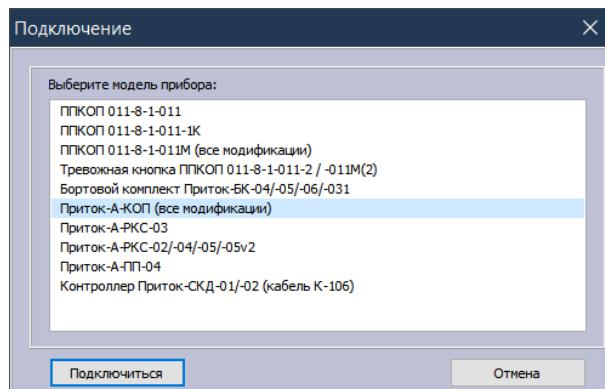

Рисунок 8
1) Подключите КОП к компьютеру с помощью стандартного кабеля mini-USB и запустите программу «Конфигуратор параметров Uniprof». В левом верхнем углу окна программы нажмите кнопку «Считать из прибора». В появившемся окне «Подключение» выберите из списка «Приток-А-КОП (все модификации)» и нажмите кнопку «Подключиться» (см. рисунок 8). Дождитесь завершения чтения параметров от КОП.